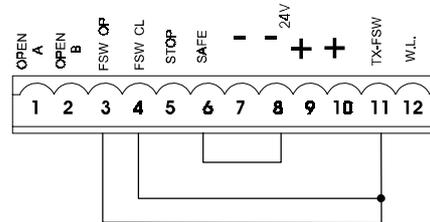

Fig. 26
N.B. Si on n'utilise aucun dispositif de sécurité, ponter les bornes d'après la fig. 26.
Nota bene: Si on ne connecte aucun dispositif de sécurité en ouverture, ponter les entrées FSW OP et -TX FSW (fig. 26).
Nota bene: Si on ne connecte aucun dispositif de sécurité en fermeture, ponter les bornes FSW CL et -TX FSW (fig. 26).
Nota bene: Si les dispositifs de sécurité bord ne sont pas connectés, ponter les entrées SAFE et - (fig. 26).